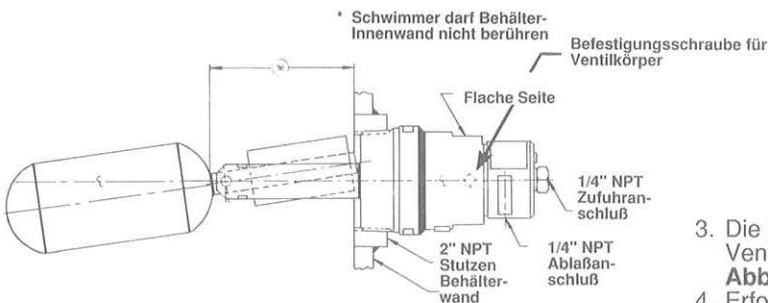

Abbildung 3:
- a. Stutzenlänge und Innendurchmesser müssen die korrekten Dimensionen besitzen, damit der Schaltvorgang bei den geplanten Pegelständen erfolgen kann. Vergleiche **Abb. 3**.
- b. Für Niedrig-Pegel-Betrieb: Hierzu muß Tuffy das "Lo-level"-Etikett auf der Oberseite aufweisen, und die flache Seite kommt horizontal zu liegen. In dieser Position erfolgt mit hochgestelltem Schwimmer keine Luftzufuhr. Sinkt der Schwimmer ab, erfolgt Luftzufuhr durch den Auslaßanschluß. (Vgl. **Abb. 3**)